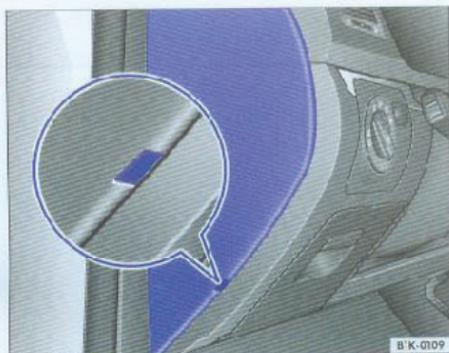

图25 仪表板左侧保险丝盒A的盒盖
- 用扁平物体(例如螺丝刀)插入凹槽 ⇒ 图25, 小心开启保险丝盒盖。